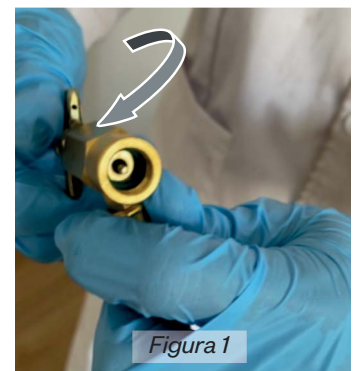

Figura 1
2.1 Para evitar la perforación, el punzón de la llave-grifo tiene que estar oculto. Esto se consigue girando la llave en sentido antihorario hasta su final de recorrido. *Figura 1.* Giro en el sentido antihorario.